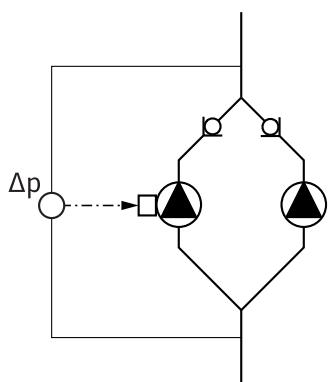

Fig. 18: Eksempel, tilslutning af differenstryktransmitter
- I eksemplet på Fig. 18 er masterpumpen venstre pumpe i flowretning. Tilslut differenstryktransmitteren ved denne pumpe.
- Differenstryktransmitterens målepunkter på masterpumpen skal være i det tilhørende samlerør på dobbelpumpeanlæggets suge- og trykside (Fig. 18).